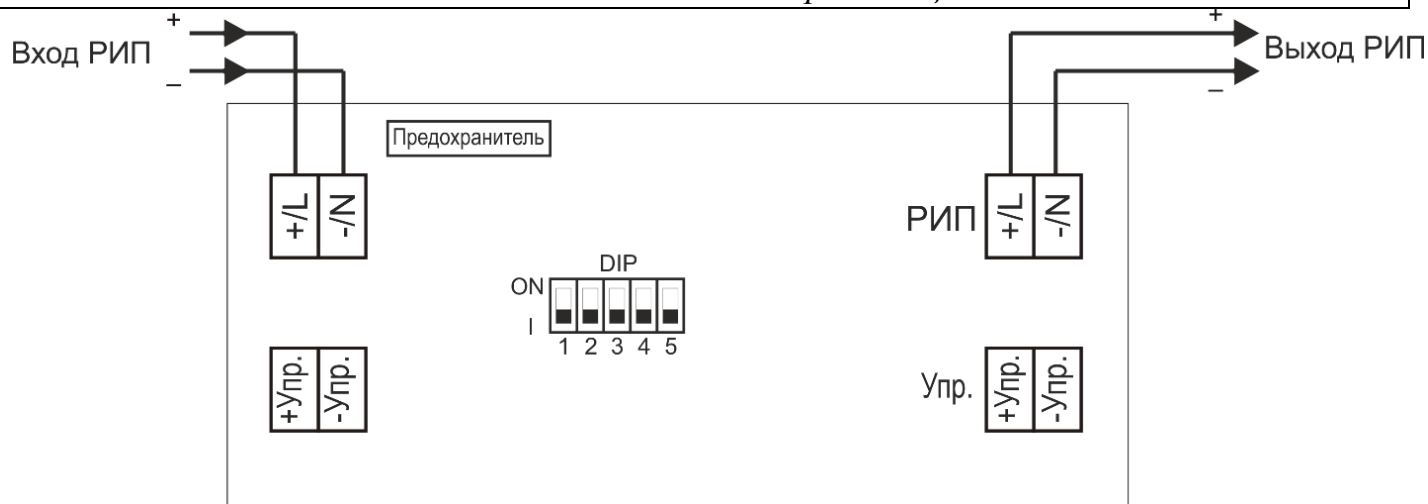

Рисунок 3 – Схема 2-х проводного подключения оповещателя пожарного взрывозащищенного светового
В корпусе оповещателя расположена электронная плата, на которой размещены (см рис. 3 – 6):
4.2 Назначение переключателей DIP («1-5»), рис. 3 – 6:
Работа по 2-х проводной схеме подключения (рис. 3 и 5) – оповещатель активируется при включении напряжения питания на клеммы «вход РИП».
- произвести подключение проводов в соответствии со схемами подключений рис. 3 – 6 настоящего РЭ. В оповещателе использованы нажимные клеммы Wago для проводов, сечением до 2,5 мм². Для подключения оповещателя использовать кабели с медными жилами, сечением не менее 0,75 мм².
3. Проверить правильность подключения оповещателя в соответствии со схемами подключения на рис. 3 – 6 настоящего РЭ.